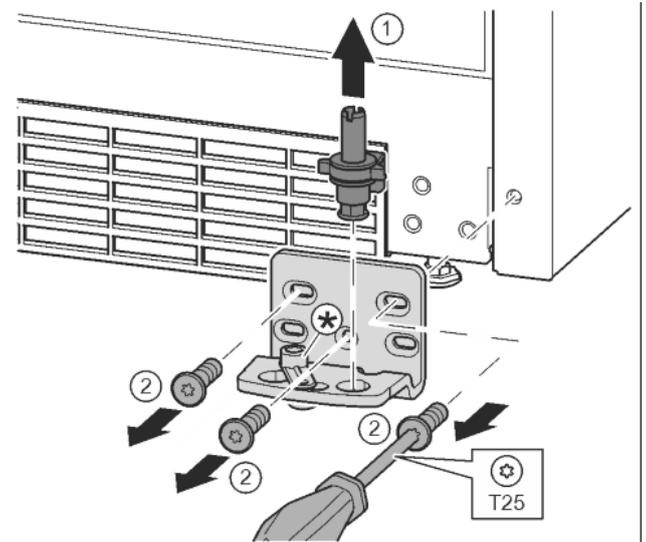

Fig. 15
- ▶ Estrarre il perno di supporto completo verso l'alto. *Fig. 15 (1)*
- ▶ Con il cacciavite T25 svitare le viti e asportare il blocco di supporto Fig. 15 (2)